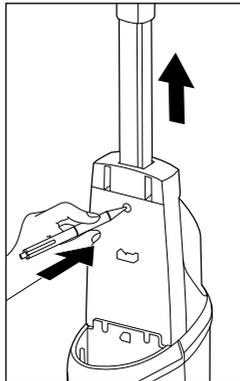

Fig. 2
- ▶ Si desea volver a extraer la pieza manual **1** del aparato, primero debe retirar el depósito de agua limpia **11** del aparato para acceder al encastre de la pieza manual **1** (consulte el capítulo **Llenado del depósito de agua limpia**). Tras extraer el depósito de agua limpia **11**, presione el encastre de la pieza manual **1** con un objeto puntiagudo para extraerla del orificio de encastre. A continuación, podrá volver a extraer la pieza manual **1** del aparato (consulte la fig. 2).